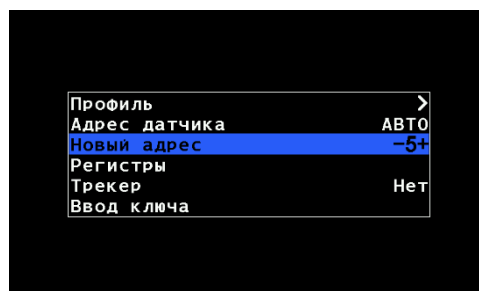

Рисунок 56
10. Кнопками  «Вверх» и  «Вниз» выбрать пункт «Адрес датчика» и кнопками  «Плюс» и  «Минус» задать текущий программный адрес подключенного датчика (см. «Рисунок 56») или выбрать «АВТО», если адрес неизвестен.
11. Кнопками \uparrow «Вверх» и \downarrow «Вниз» выбрать пункт «Новый адрес» и кнопками \oplus «Плюс» и \ominus «Минус» задать новый программный адрес (см. «Рисунок 56»). После этого нажать кнопку \leftarrow «Меню». В результате удачного переименования на экран будет выведено сообщение - «Выполнено».